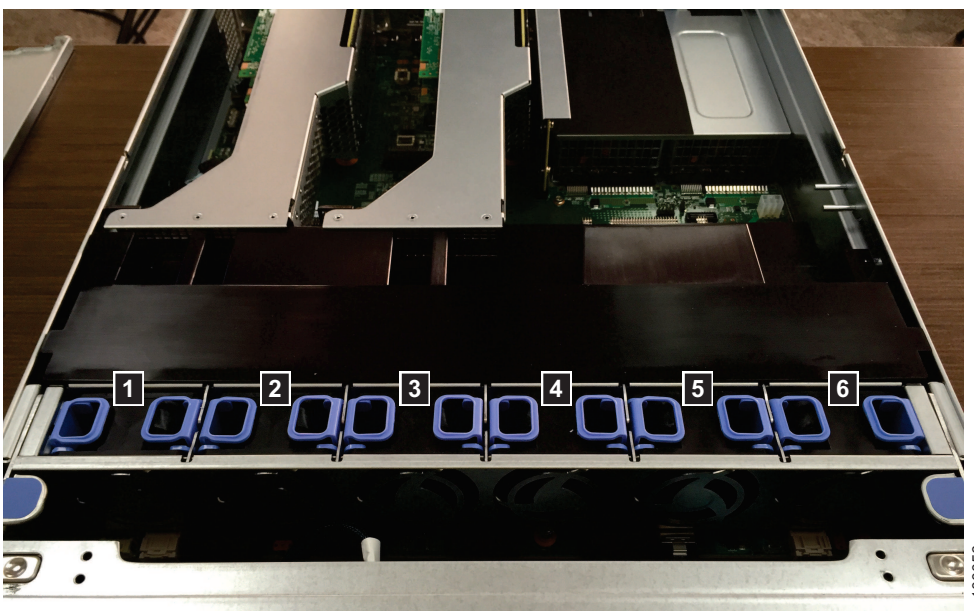

Figura 174. Localizando os ventiladores do 2145-SV1
6. Localize o ventilador apropriado. O nó possui seis posições do ventilador que são numeradas da esquerda para a direita, conforme mostrado em Figura 174.